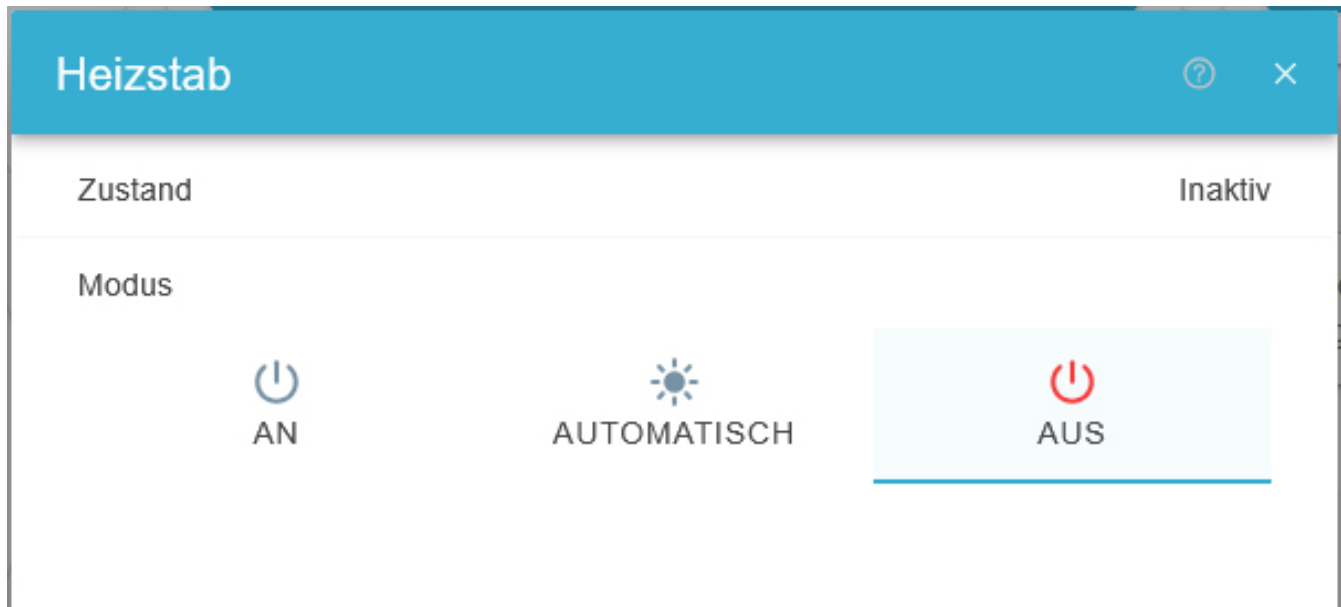

Abbildung 14. Heizstab — Betriebsmodus "Aus"
- Abbildung 14. Heizstab — Betriebsmodus "Aus"